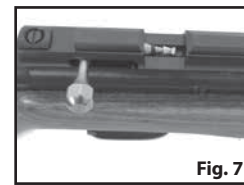

Fig. 7
- Öffnen Sie den Bolzen, indem Sie den Bolzengriff vollständig zurückziehen (Abb. 7).